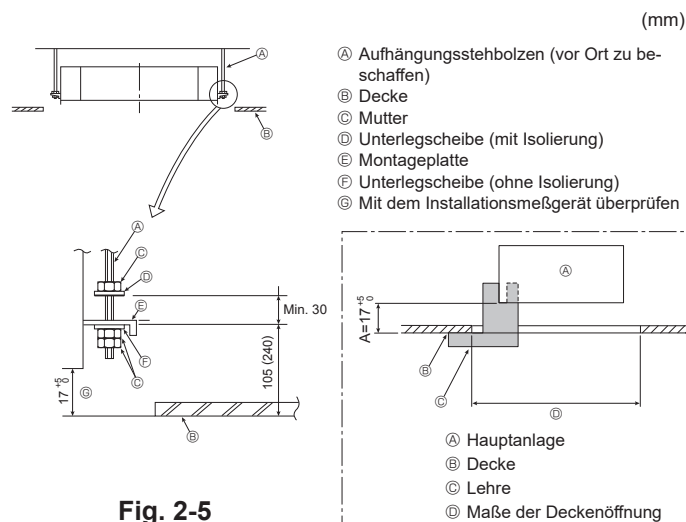

Fig. 2-5
- ① Holzbauten
- ② Stahlbetonbauweise
2.5. Verfahren zur Aufhängung der Anlage (Fig. 2-5)